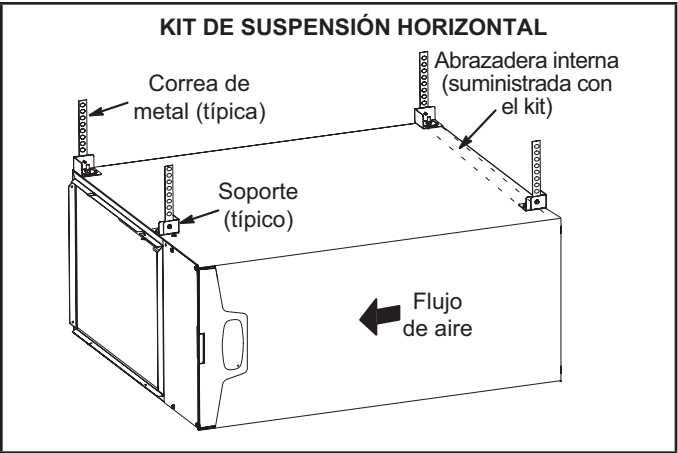
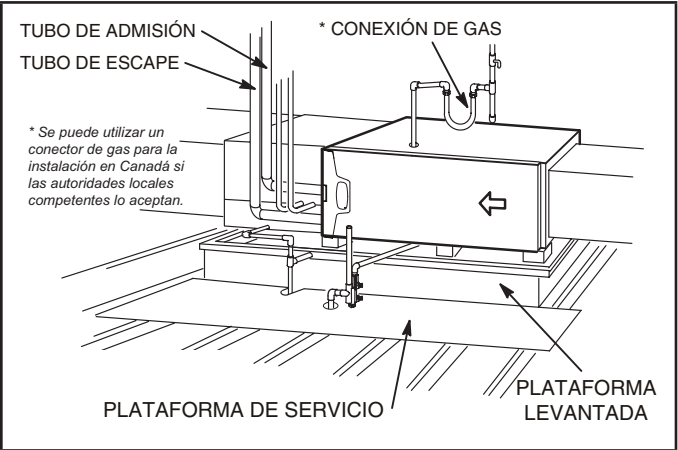

FIGURA 12
FIGURA 13
Este calefactor puede instalarse ya sea en un ático o en un espacio entre plantas. Ya sea cuelgue el calefactor de los travesaños del techo o de las vigas del piso, tal como se muestra en la FIGURA 12, o instale el calefactor sobre una plataforma, tal como se muestra en la FIGURA 13. Se puede ordenar un kit de suspensión horizontal (51W10) de Lennox o usar un equivalente.
- 2 - Construya un marco de madera elevado y cúbralo con una lámina de madera terciada. Si la unidad se instala arriba del espacio acabado, instale un colector de drenaje auxiliar debajo de la unidad. Coloque la unidad en el colector de drenaje como se muestra en la FIGURA 13. Deje un espacio de mantenimiento de 8 pulgadas debajo de la unidad para la trampa de condensado.